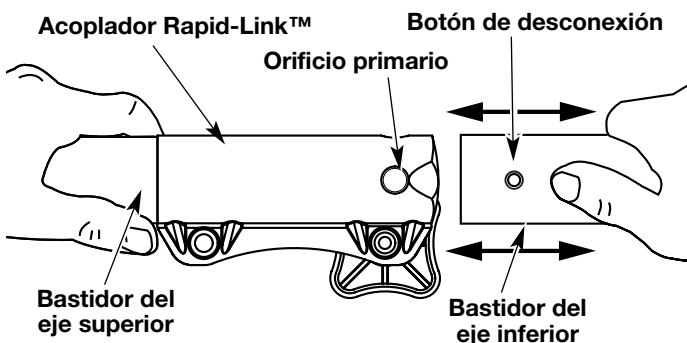

Fig. 16
3. Mientras sostiene el bastidor del eje superior con firmeza, tire del accesorio de corte o accesorio en línea recta fuera del acoplador Rapid-Link™ (Fig. 16).
2. Mientras sostiene el accesorio con firmeza, empújelo en línea recta en el acoplador Rapid-Link™ (Fig. 16).